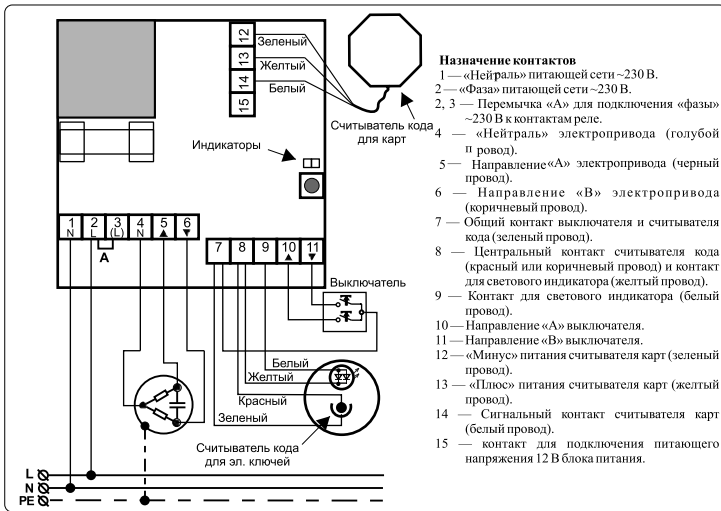

Рисунок 3 Типовая схема подключения Logo 8213 IP65
- ознакомиться с типовой схемой подключения устройства (см. рис. 3);